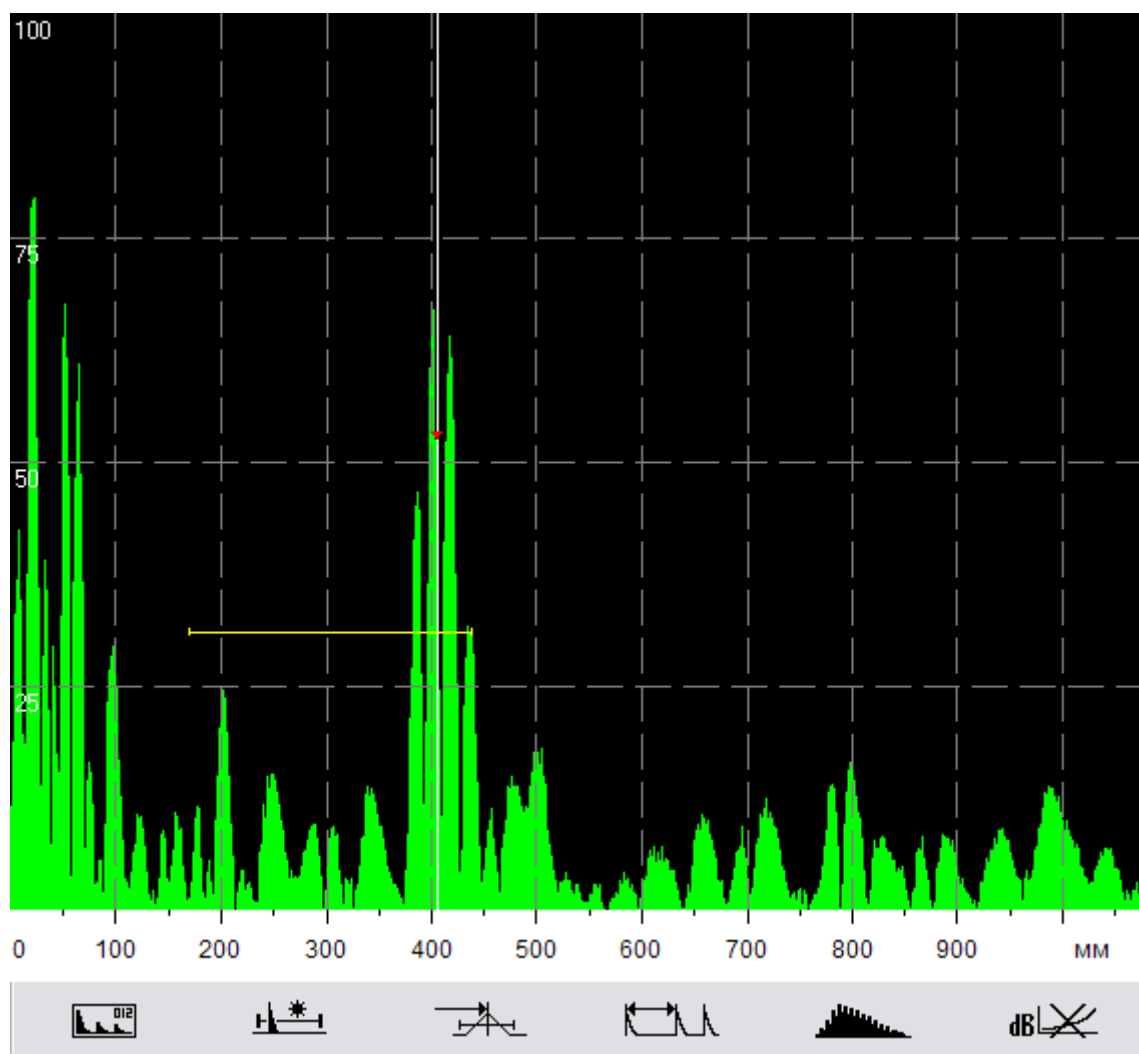

Рисунок 30
- Экран содержит цветной аналог экрана дефектоскопа. Отображается УЗ сигнал, горизонтальная и вертикальная разметки экрана, строб, измерительный курсор и меню пиктограмм в момент записи А-скана (рисунок 30). Поддерживается два режима отображения – ОБЗОР и ЛУПА.